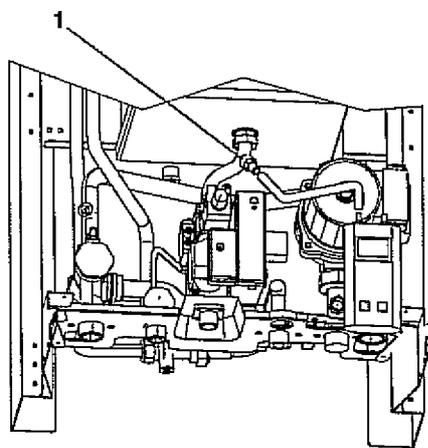

Bild 1
- I. Druck- oder U-Rohrmanometer für die Einstellung des Düsendrucks am Meßstützen für den Brennerdruck (1, Bild 1) anbringen.
- I. Gerät mit dem Stromnetz verbinden und Betriebswahlschalter (A) einschalten, (Betriebsbereitschaftsanzeige (O) leuchtet grün).